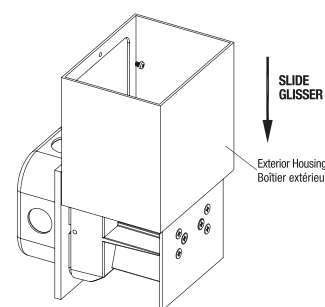

Fig. 3
10. Slide the exterior housing into the interior housing as shown in Fig. 3.
10. Glisser le boîtier extérieur dans le boîtier intérieur du luminaire comme indiqué sur la Fig. 3.